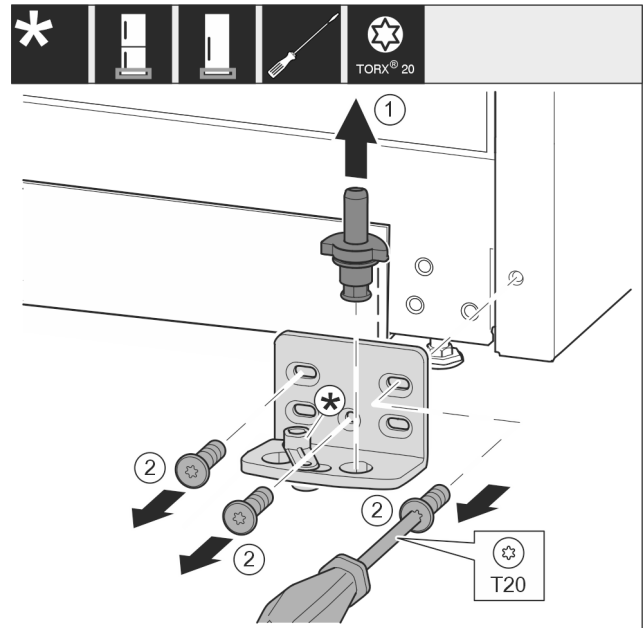

Fig. 14
- ▶ Извадете изцяло нагоре лагерния болт. Fig. 14 (1)
- ▶ Отвийте винтовете с отвертка T20 и свалете лагерната стойка. Fig. 14 (2)